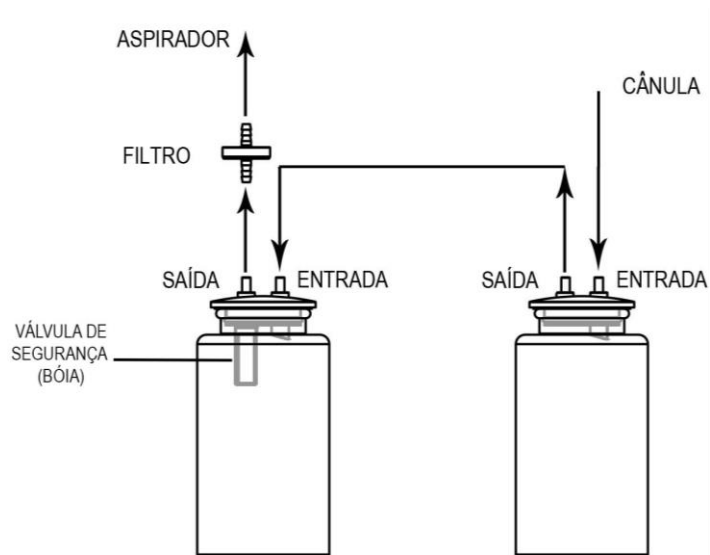

Figura 17 – Montagem das mangueiras com 2 frasco
2. Esquema de ligação das mangueiras, conforme figura 17.